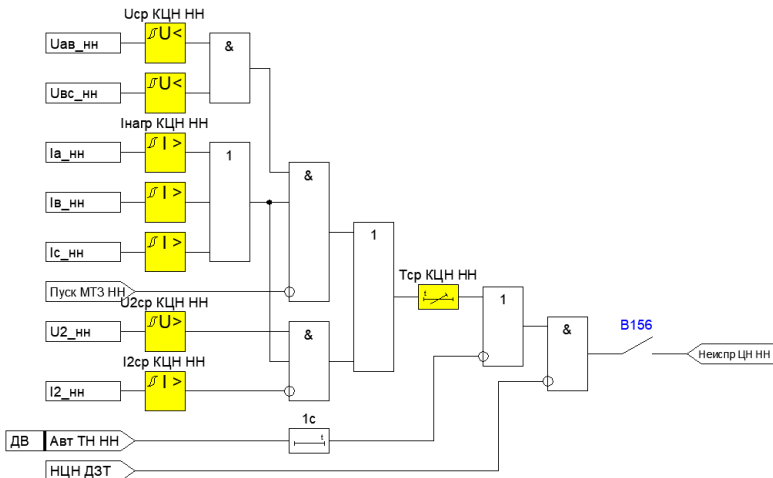
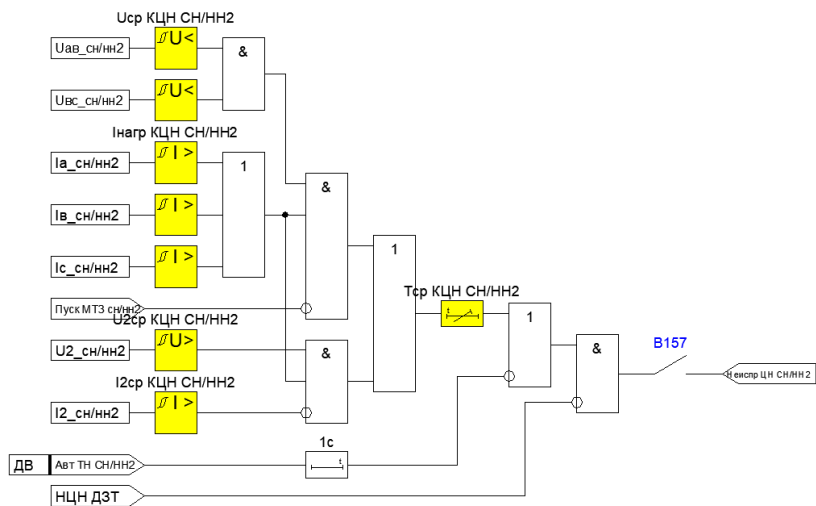
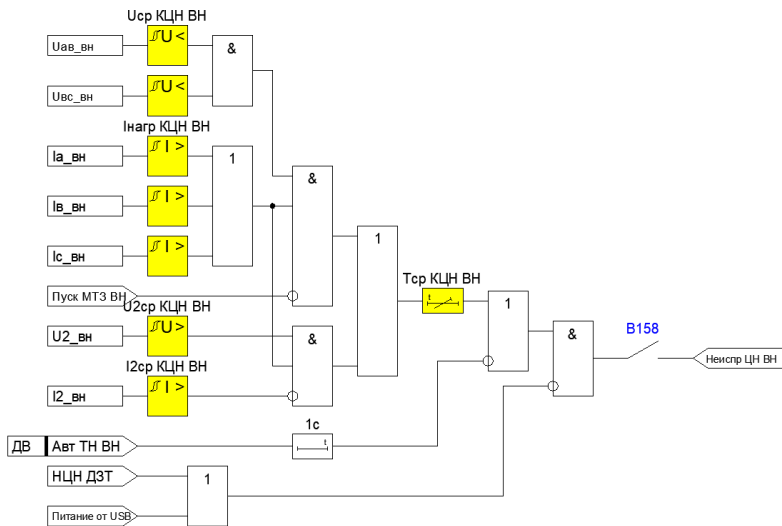

Рисунок 4.1.18 – Функциональная схема контроля ЦН для стороны НН
Рисунок 4.1.19 – Функциональная схема контроля ЦН для стороны сн/нн2
Рисунок 4.1.20 – Функциональная схема контроля ЦН для стороны вн
2) Обрыв цепей напряжения выявляется при одновременном выполнении следующих условий (Рисунок 4.1.18, Рисунок 4.1.19, Рисунок 4.1.20):